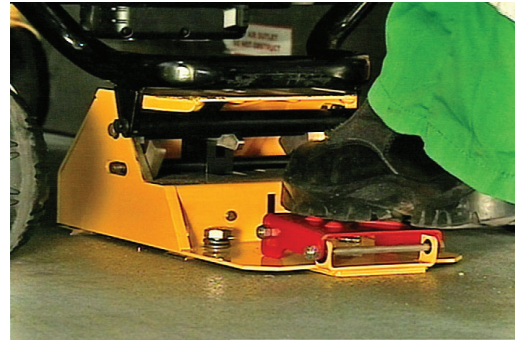

Figure 16 – Retirer la civière du véhicule
2. Retirer la civière de la fixation et la sortir du compartiment du patient du véhicule (Figure 16).